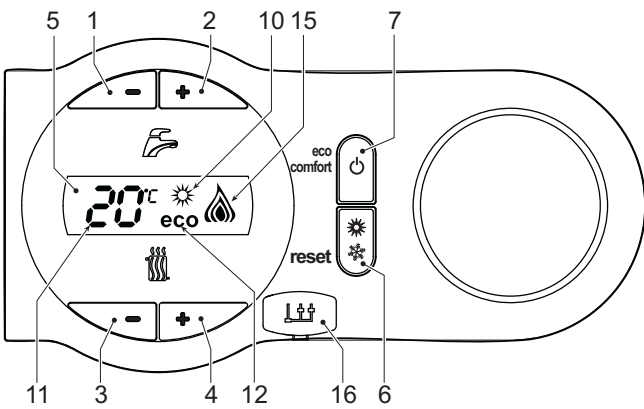
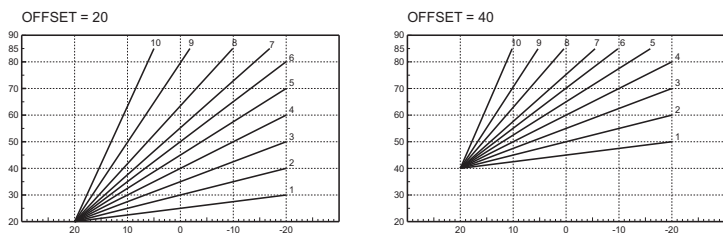

рис. 1 - Панель управления
рис. 6 - Пример параллельного смещения компенсационных характеристик
**Функции клавиш панели управления рис. 1**
При поступлении сигнала на включение отопления (от комнатного термостата или устройства ДУ с таймером), на дисплее (поз. 11 - рис. 1) высвечивается текущая температура воды в подающем контуре системы отопления, а во время дежурного режима символ "d2"
При поступлении сигнала на включение системы ГВС (при заборе горячей воды), на дисплее (поз. 11 - рис. 1) высвечиваются поочередно текущая температура подачи воды и символ "SA" (ГВС), а во время дежурного режима символ "d1".
При возникновении какой-либо неисправности (см. сар. 4.4) на дисплее (поз. 11 - рис. 1) высвечивается соответствующий код ошибки, а во время дежурного режима символы "d3" и "d4".
Нажмите кнопку "Вкл/Выкл" (поз. 7 - рис. 1) на 5 секунд.
Когда котел выключен, на электронный блок продолжает подаваться электрическое питание. При этом не происходит нагрева воды для систем отопления и ГВС. Остается активной система защиты от замерзания. Для повторного включения котла снова нажмите кнопку "Вкл/Выкл"(поз. 7 рис. 1) на 5 секунд.
Нажмите кнопку "Лето"/"Зима" (поз. 6 - рис. 1) на 2 секунды.
На дисплее высветится символ "Лето" (поз. 10 - рис. 1); При этом котел будет вырабатывать только воду для ГВС. Остается активной система антизамерзания.
Для выключения режима "Лето" вновь нажмите кнопку "Лето"/"Зима" (поз. 6 - рис. 1) на 2 секунды
Температура в системе отопления регулируется в пределах от 30°C до 85°C с помощью кнопок рис. 1 (дет. 3 и 4 -); однако, не рекомендуется эксплуатировать котел при температуре ниже 45 °C.
Температура рис. 1в системе ГВС регулируется в пределах от 40°C до 50°C с помощью кнопок (поз. 1 и 2 -).
Данное устройство может быть отключено пользователем (режим ECO), нажав клавишу eco/comfort (поз. 7 - рис. 1). При работе в режиме ECO на дисплее высвечивается соответствующий символ (поз. 12 - рис. 1). Для включения режима "КОМФОРТ" снова нажмите кнопку "Экономичный"/"Комфорт" (поз. 7 - рис. 1).
В режиме плавающей температуры величина, заданная с помощью кнопок регулировки температуры в системе отопления (Поз.3 - рис. 1), становится максимальной температурой воды, подаваемой в систему отопления. Рекомендуется устанавливать ее на максимальную величину, чтобы позволить системе выполнять регулировку во всем полезном рабочем диапазоне.
При нажатии на 5 секунд кнопки "СБРОС" (поз. 6 - рис. 1) открывается доступ в меню "Плавающая температура"; при этом на дисплее мигает символ "CU".
Используйте кнопки регулировки воды ГВС (поз. 1 - рис. 1) для выбора нужной компенсационной характеристики от 1 до 10. При установке характеристики на 0, режим "плавающей температуры" отключается.
При нажатии кнопок регулировки температуры отопления (поз. 3 - рис. 1) открывается доступ к параллельному смещению характеристик; при этом на дисплее мигает символ "OF". Используйте кнопки регулировки воды ГВС (поз. 1 - рис. 1) для параллельного изменения кривых в соответствии с характеристикой (рис. 6).
При повторном нажатии на 5 секунд кнопки "Сброс" (поз. 6 - рис. 1) осуществляется выход из меню "Плавающая температура".